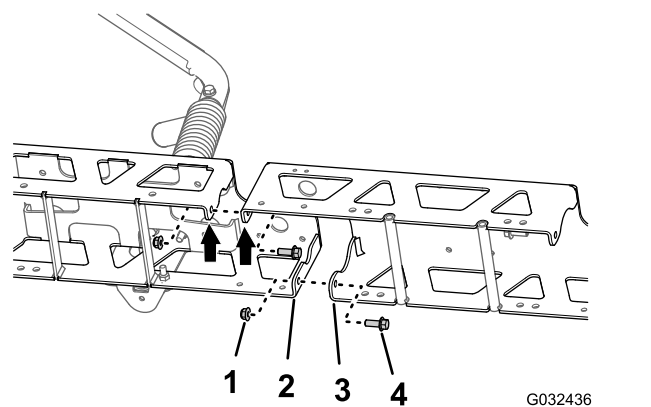

Рисунок 54
1. Совместите отверстия в вертикальных фланцах удлинителя средней секции стрелы с отверстиями в ферменной раме (Рисунок 54).
2. Установите, не затягивая, удлинитель средней секции стрелы на ферменную раму (Рисунок 54) при помощи двух болтов с фланцевыми головками ($\frac{3}{8}$ x 1 дюйм) и двух фланцевых контргаек ($\frac{3}{8}$ дюйма), снятых при выполнении пункта 1 раздела Разделение ферм средней секции опрыскивателя (страница 30).
3. Совместите отверстия в вертикальных фланцах удлинителя средней секции стрелы с отверстиями в другой ферменной раме (Рисунок 54).
4. Установите, не затягивая, удлинитель средней секции стрелы на другую ферменную раму (Рисунок 54) при помощи двух болтов с фланцевыми головками ($\frac{3}{8}$ x 1 дюйм) и двух фланцевых контргаек ($\frac{3}{8}$ дюйма) из доводочного комплекта системы опрыскивания GeoLink (Рисунок 54).